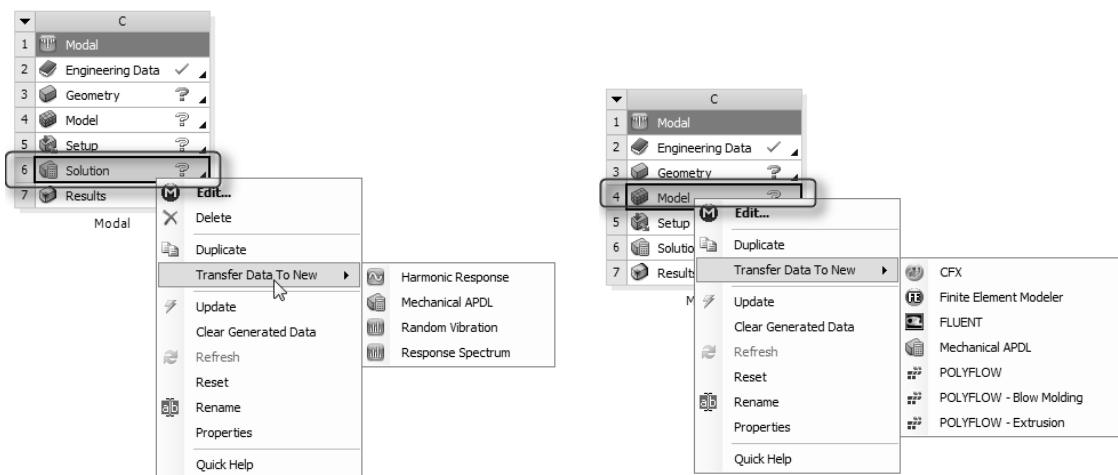

图 1-25 不同的快捷菜单
- ☒ 高亮显示系统中的分支不同，程序呈现的快捷菜单也会有所不同，如图 1-25 所示。